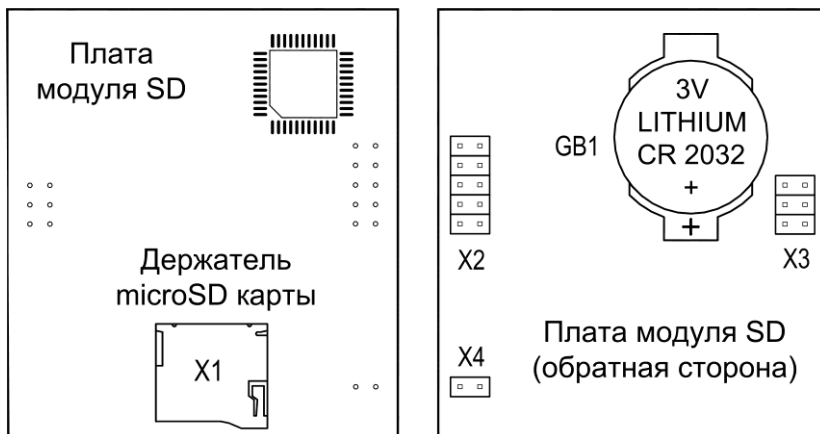

Рис.10 Плата модуля SD
Внимание! Все действия необходимо производить аккуратно, чтобы не повредить электронные компоненты на платах сигнализатора и модуля SD. При работе с платой сигнализатора не касаться руками объектива фотокамеры и пирозлемента (находится под линзой). При установке модуля SD на место, внимательно следить за правильностью подключения разъёмов X2, X3 и X4 (рис.10) к плате сигнализатора (все штырьки должны быть подключены!).
- отсоедините плату модуля SD от платы сигнализатора (подключена с помощью разъёмов X2, X3 и X4 – см. рис.10). На обратной стороне платы модуля SD расположена батарея питания часов реального времени (рис.10);